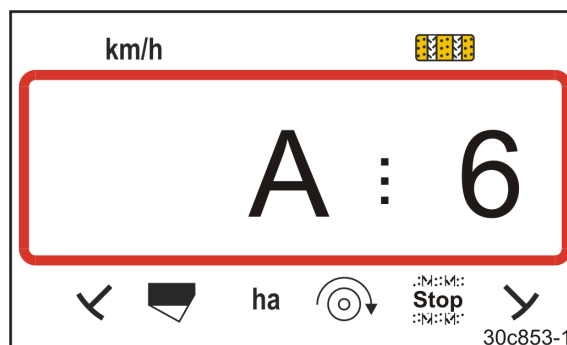

Fig. 47
- un message s'affiche (Fig. 47)